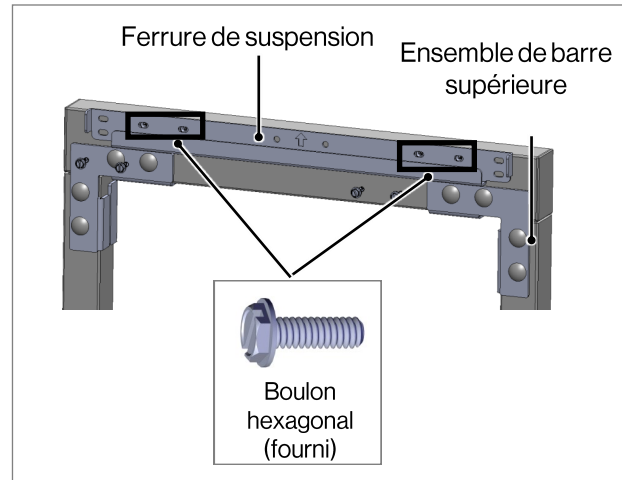

Fig. 10
À l'aide de quatre (4) boulons hexagonaux (fournis), fixez la ferrure de suspension (fournie avec la chaudière) aux trous qui traversent les côtés gauche et droit de l'ensemble de barre supérieure (Fig 10).